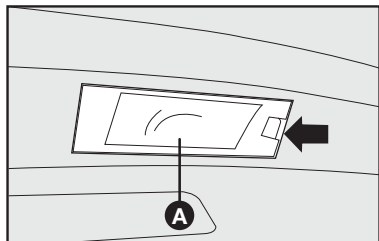

fig. 59
1) quitar las lentes **A-fig. 59**, utilizando un destornillador en el punto indicado;